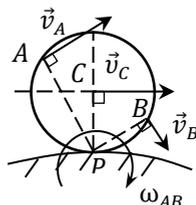

Рис. 19\*
2. Качение круглого диска без проскальзывания по неподвижной поверхности (рис. 19\*). МЦС находится в точке соприкосновения диска с неподвижной кривой.